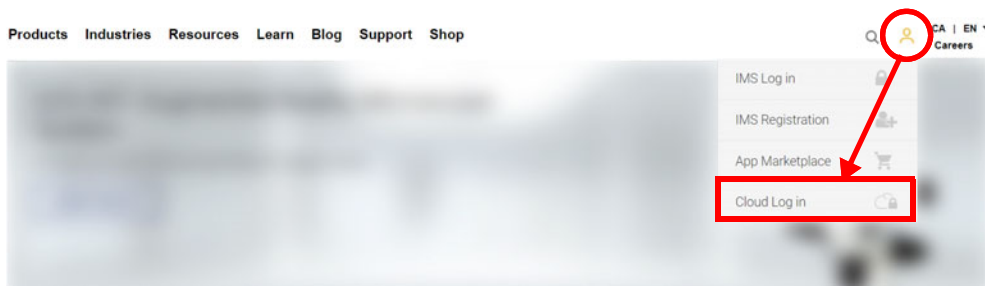

図 9-5 Cloud Log in（クラウドログイン）
- OSC の新規アカウントを作成する必要がある場合は、www.olympus-ims.com にアクセスし、**Cloud Log in**（クラウドログイン）をクリックしてアカウントを作成します（235 ページの図 9-5 を参照）。